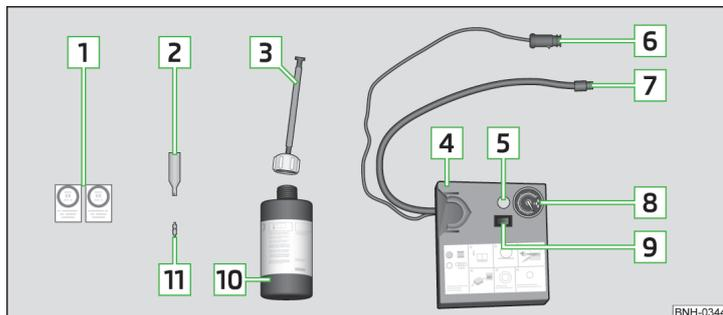

Fig. 133 Raffigurazione di principio: Componenti del kit per la riparazione
Componenti del kit per riparazioni » fig. 133
- Incollare l'etichetta corrispondente **1** » fig. 133 a pagina 159 sulla plancia, nel campo visivo del conducente.
- Agitare vigorosamente per qualche volta la bombola di riempimento del pneumatico **10** » fig. 133 a pagina 159.
- Avvitare saldamente sulla valvola il tubo flessibile di gonfiaggio del pneumatico [7] » fig. 133 a pagina 159 del compressore aria.